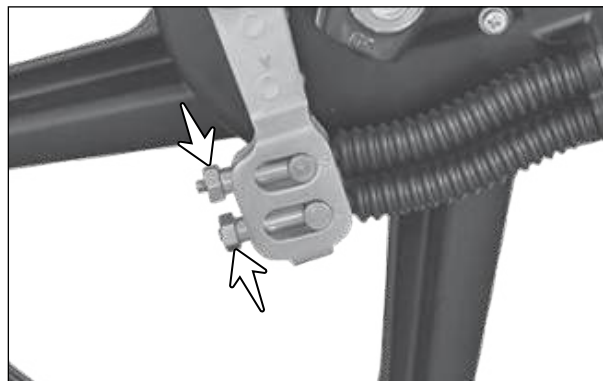

Fig. 6.100
- Remova as porcas de ajuste (setas) do freio dianteiro. (Fig. 6.100)